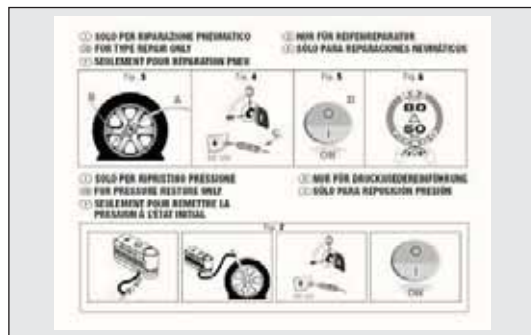

fig. 142
- ☐ un folleto informativo (véase fig. 142) con las instrucciones para utilizar correctamente el kit de reparación rápida que, más tarde, deberá entregarse al personal que reparará el neumático tratado;